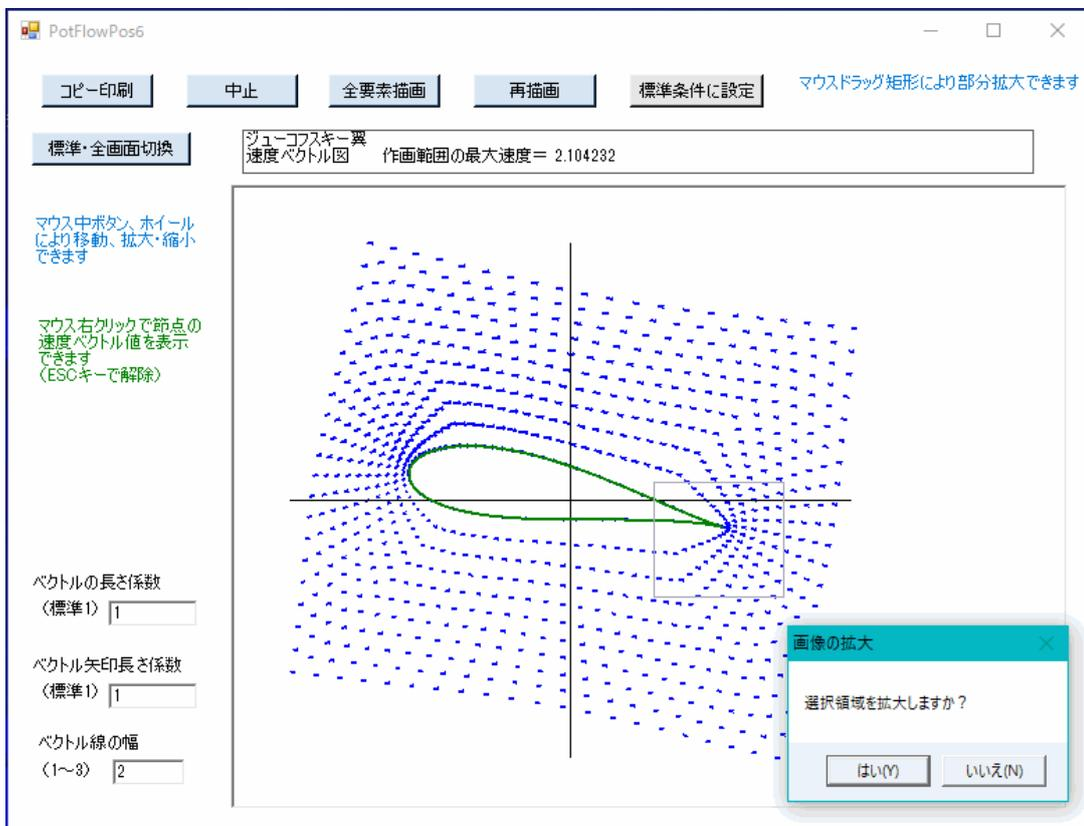
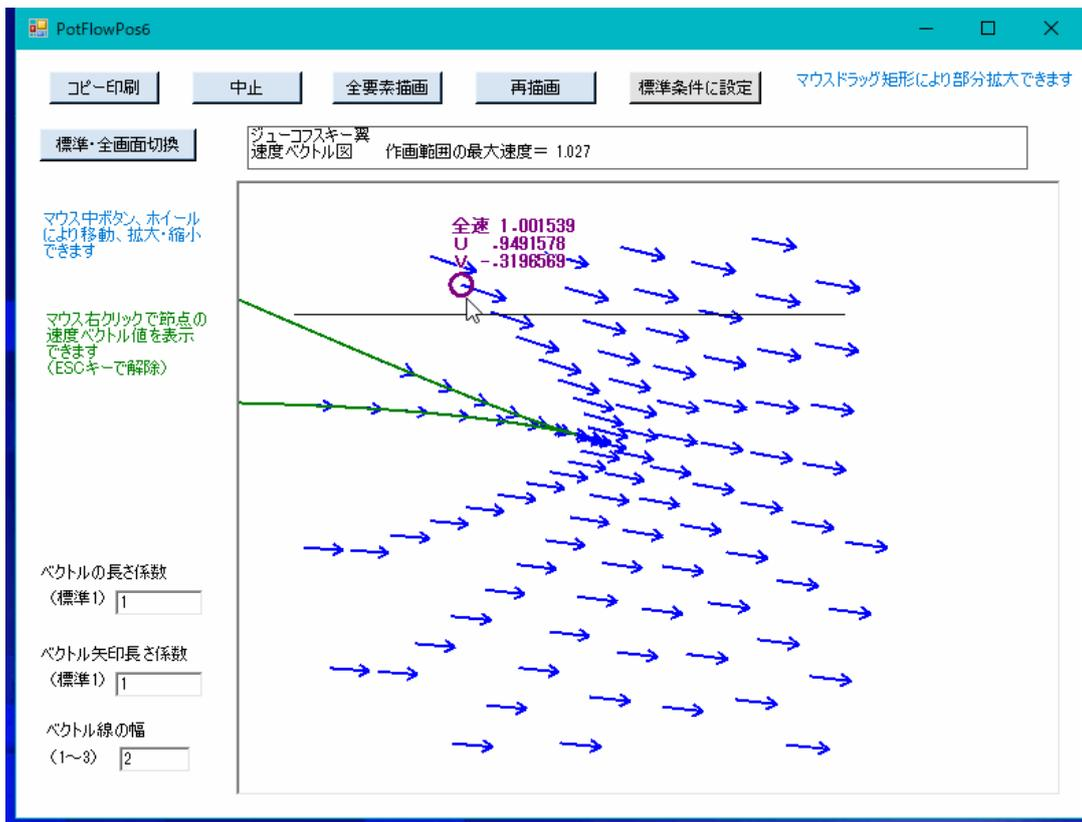

図7-5 物理空間の速度ベクトル図で拡大領域選択例
図7-6 速度ベクトル図の部分拡大例（マウス右クリックの節点の速度表示有り）
- ①それら画面のように、各節点における速度ベクトルが青色で表示されています。
- ②本画面の左側に、「ベクトルの長さ係数」、「ベクトルの矢印長さ係数」、「ベクトル線の幅」の3つのパラメータを表示してあります。それらのパラメータを変更することができます。変更した後は、「再描画」ボタンをクリックすると、新しいパラメータ条件による作画画面に変更されます。
- ③「標準・全画面切替」ボタンをクリックすると、標準画面と全画面を切り換えることができます。また、画面Formの右下コーナー等をマウスドラッグすることにより、標準画面と全画面の間で自由に拡大・縮小できます。
- ④マウス中ボタン、ホイールにより移動、拡大・縮小を行なうことができます。中ボタンを押したまま動かせば図形を移動できます。また、ホイールの回転により拡大・縮小ができます。
- ⑤マウスドラッグ矩形により、構造図の一部分を拡大できます。
- ◇マウスドラッグ矩形は、拡大したい部分の左上隅にマウスを移動し、そこでマウスの左ボタンを押し、その左ボタンを押した状態で拡大部分の右下隅までマウスを移動させ、そこで左ボタンを離します。そうしますと、図7-5のようにマウスドラッグ範囲の矩形が表示され、コモンダイアログで「選択領域を拡大しますか？」と問ってきます。そこで、「はい」を選択すると、選択領域が拡大されて表示されます。部分拡大した速度ベクトル図を図7-6に示します。
⑥マウス右クリックで任意の節点を選択すると、図7-6のように同節点の速度値が表示されます。